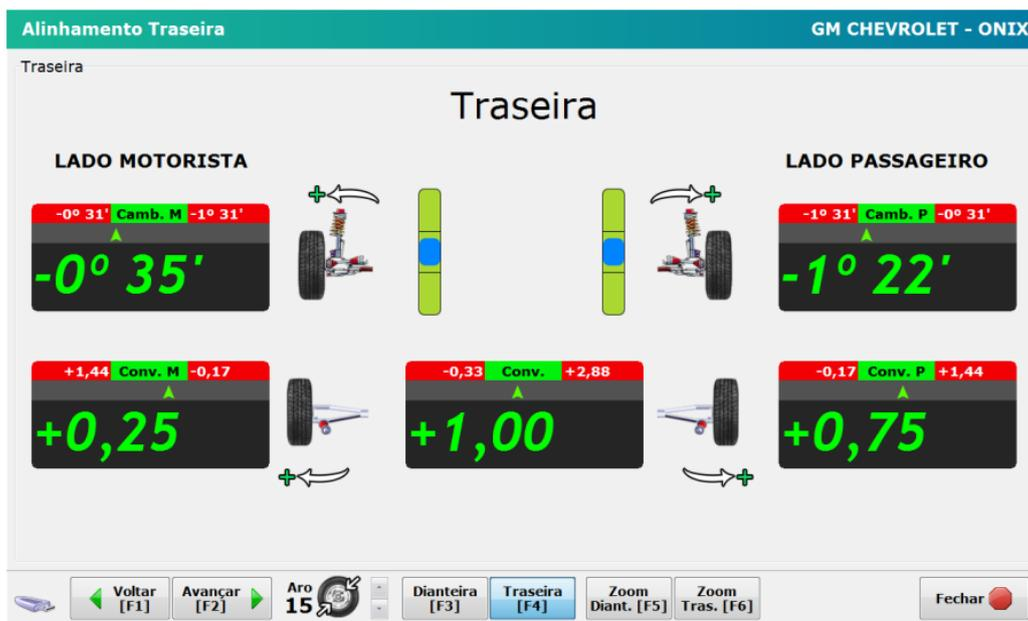

Figura 8
- ✓ [F4] Tela de ajuste Alinhamento Traseiro (Figura 8).